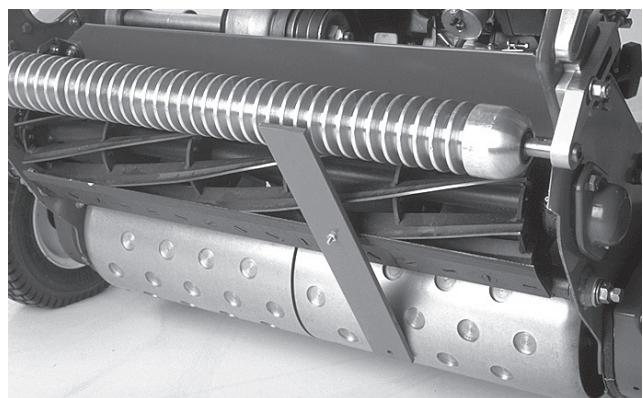

図15
4. ゲージバーのネジ頭を下刃の先端に引っかけ、バーの後端を後ローラに当てがう(図15)。